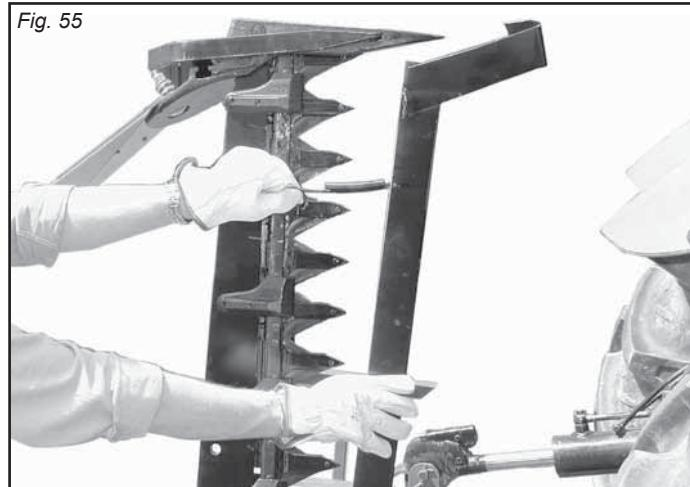

Fig. 55
- Coprire le lame taglienti e la scarpa esterna con le apposite protezioni (Fig. 55).